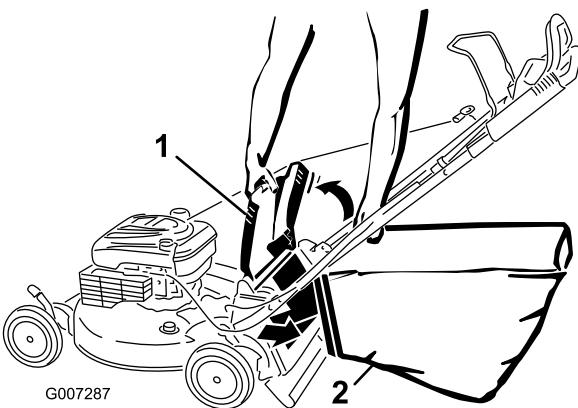

**Figura 23**
2. Levante y sujeté el deflector de descarga (Figura 23).
3. Saque el tapón de descarga trasero (Figura 23).